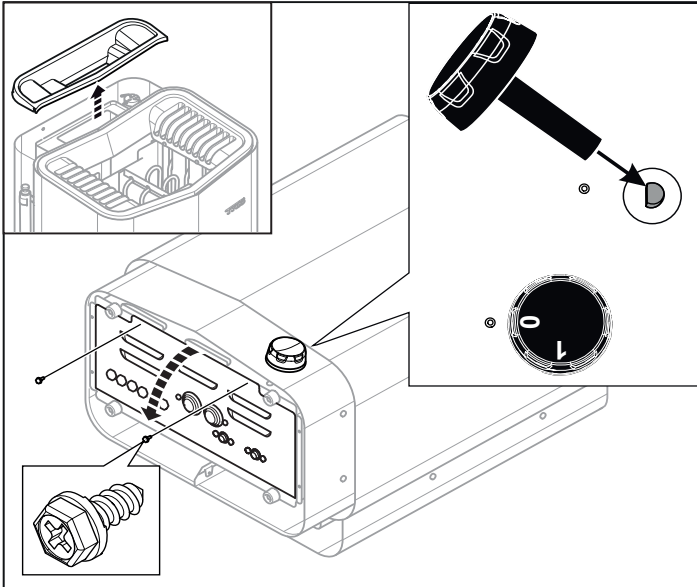

Figure 9 : Ouverture/fermeture du couvercle
2. Retirez le couvercle du réservoir d'eau et couchez le poêle avec la face avant tournée vers le haut. Monter le bouton (voir figure 9).
3. Desserrez les vis et ouvrez le couvercle (voir figure 9).
8. Fermez le couvercle et serrez les vis (voir figure 9).